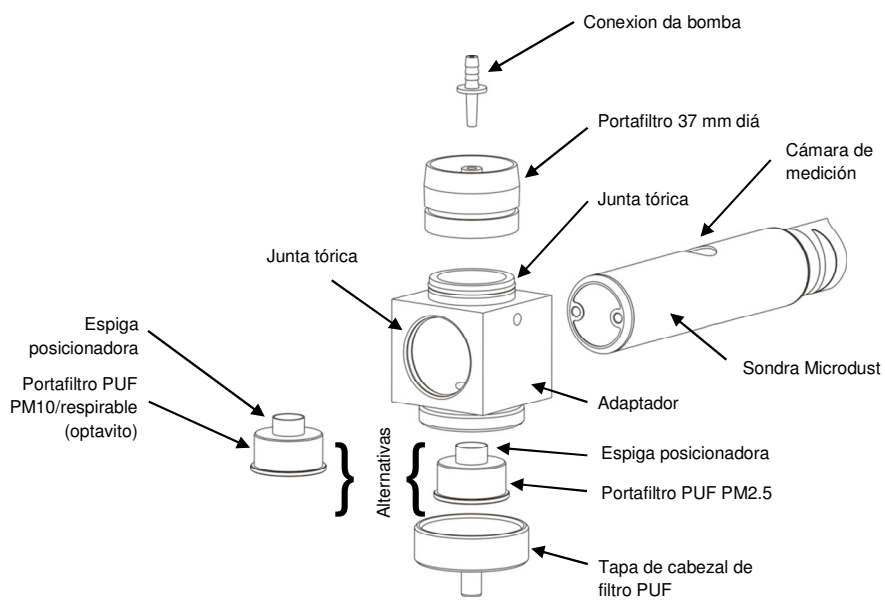

Figura 4 – Adaptador y configuraciones de filtros
Conecte la bomba TUFF a la espiga de muestreo (X). Conecte la sonda Microdust al bloque adaptador; deberá alinearla correctamente de forma que la espiga posicionadora del portafiltro PUF se cierre en la Cámara de Medición de Sonda. Una vez cerrada correctamente en posición, se impedirá que el conjunto completo gire o se mueva lateralmente en la sonda (véase la Figura 4). El cuerpo de la sonda se situará dentro del clip de retención.